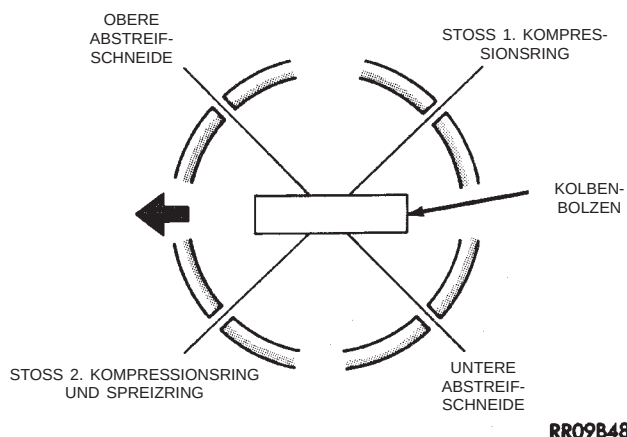

Abb. 12 Ausrichtung der Pleuellagerbohrungstöße
(10) Pleuellagerbohrungstöße wie in (Abb. 12) gezeigt ausrichten.
(11) Der Stoß des Pleuellagerbohrungstöße muß um mindestens 45° von den Stößen der Pleuellagerbohrungstöße versetzt sein, darf aber **nicht** auf der Pleuellagerbohrungstöße oder auf der Pleuellagerbohrungstöße liegen. Versetzte Pleuellagerbohrungstöße sind wesentlich für die Ölabstreifung.